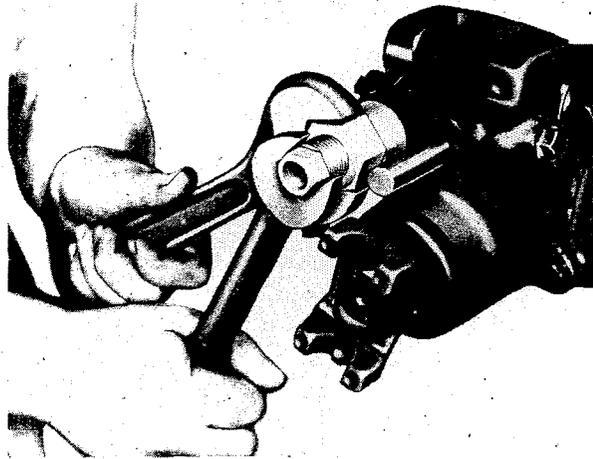

Fig. 156 Abzieher für Simmerring der Schaltwellen
9. Ziehe den Simmerring der Schaltstange des Zwischengetriebes mit Werkzeug W-176 heraus, wie es in Fig. 156 dargestellt ist.